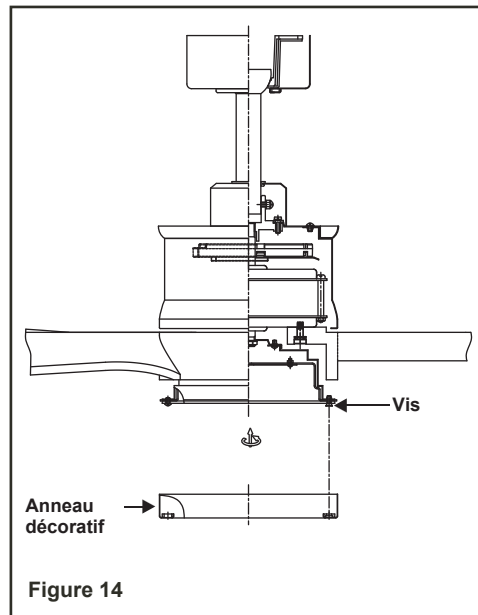

Figure 14
4. Remontez l'anneau décoratif jusqu'à l'ensemble d'éclairage et placez le trou de serrure dans l'anneau décoratif par-dessus les deux vis de l'ensemble d'éclairage, puis tournez le l'anneau décoratif jusqu'à ce qu'il s'insère en place dans la section étroite des trous de serrure. (Fig. 14)